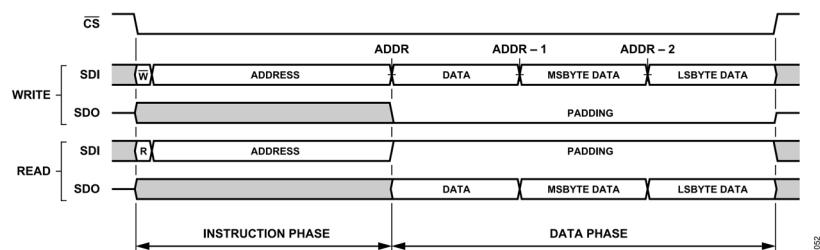
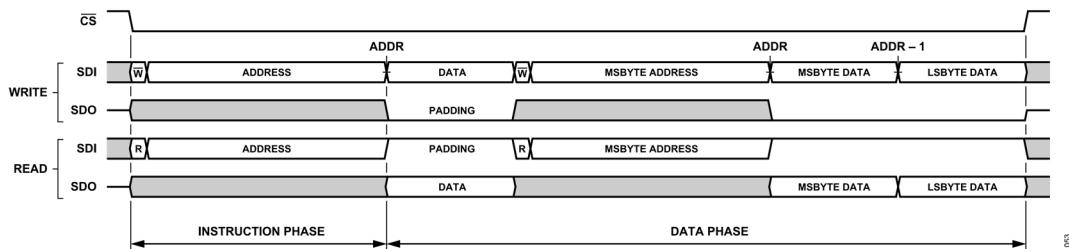
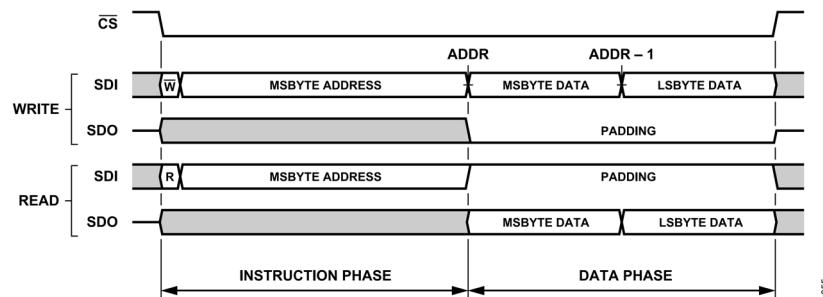
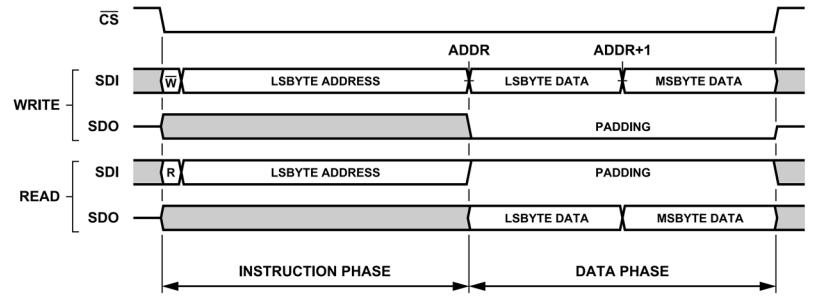

図 56. インターフェース・アクセスの例、インターフェースのデフォルト設定、ストリーミング・モード (ADDR_ASCENSION = 0)
図 57. インターフェース・アクセスの例、単一命令モード (SINGLE_INST = 1)、その他すべてのインターフェース・オプションのデフォルト
図 59. 単一命令フォーマット、ADDR_ASCENSION = 0 (デクリメント)、STRICT_REGISTER_ACCESS = 1 (イネーブル済み)
図 60. 単一命令フォーマット、ADDR_ASCENSION = 1 (インクリメント)、STRICT_REGISTER_ACCESS = 1 (イネーブル済み)
図 56 は、デフォルトのインターフェース設定を使用したシリアル・トランザクションの汎用 SPI フレーム・フォーマットを示しています。この例では、バイト幅レジスタとマルチバイト・レジスタで構成される設定レジスタ空間の一部がアクセスされます。バイト幅レジスタのアドレスは最上位アドレス (ADDRESS) にあり、マルチバイト・レジスタの最上位バイトはレジスタ・セグメントの最下位アドレスにあります。デフォルトでは、ADDR_ASCENSION プロパティは降順に設定されています。これは、最上位のレジスタのアドレスが命令フェーズ中にホスト・コントローラに渡されることを示します。選択さ
单一命令モード (SINGLE_INST = 1) では、メモリ・アクセス・コントローラは、図 57 に示すように、所与の SPI フレーム内でアクセスされる各レジスタに対して伝送する命令フェーズを必要とします。このモードは、特定の SPI フレーム内でレジスタ空間の隣接していないセクションへのアクセスが必要な場合に便利です。ストリーム・モードでは、一意のレジスタ・アクセスごとに新しい SPI フレームを開始することで、同じアクセスの柔軟性を実現できることに注意してください。
前のセクションで説明したように、アドレス・アセンション選択 (ADDR_ASCENSION) ビットは、ストリーミング・モード (SINGLE_INST=0) で AD4081 に伝送されるデータの各バイトに対して内部インターフェース・アドレス・ポインタがどのように更新されるかを決定します。単一命令モード (SINGLE_INST=1) を使用する場合、各レジスタは、図 57 に示されるように、それ自身の命令フェーズを通して直接アドレス指定され、したがって、アドレス・ポインタは更新されません。SINGLE_INST の設定にかかわらず、ADDR_ASCENSION ビットは、命令フェーズの開始アドレスの選択およびデータ・フェーズ・ペイロードのバイト順序に関して、SPI フレームのフォーマットに直接影響します。この影響については、**厳密アクセス選択とマルチバイト・レジスタ** のセクションで詳しく説明します。これは、データ・フォーマットの多くがこのインターフェース設定の選択に依存しているためです。ADDR_ASCENSION 選択ビットは、インターフェース設定 A レジスタ (インターフェース設定 A レジスタのセクションのアドレス 0x00 を参照) にあります。
図 59 に示されるように、アドレス・カウンタは、デフォルトで、マルチバイト・レジスタの最上位バイトが最初にアクセスされ、その後、そのレジスタ内の残りのバイトが昇順にアクセスされるように、自動的にデクリメントします (ADDR_ASCENSION = 0)。逆に、ADDR_ASCENSION = 1 の場合、マルチバイト・レジスタの最下位バイトが最初にアクセスされ、次に最上位バイトがアクセスされます。
この概念を拡張すると、STRICT_REGISTER_ACCESS = 1 の場合、データ転送の最初のエンティティとしてマルチバイト・レジスタにアクセスする SPI フレームは、命令ワードの開始アドレスを ADDR_ASCENSION 選択に対応するように正しく設定する必要があります。アドレス・カウンタが自動的にデクリメントする場合 (ADDR_ASCENSION = 0) は、そのマルチバイト・レジスタの最下位バイトのレジスタ・アドレスを先頭アドレスとし、逆に自動的にインクリメントする場合は、最上位バイトのレジスタ・アドレスを先頭アドレスとします。ADDR_ASCENSION が自動アドレス・デクリメント (0) から自動インクリメント (1) に変更された結果、図 56 と図 57 は、図 59 と図 60 に示すように変更され、データ・フェーズ・バイト順序および命令フェーズ・マルチバイト・レジスタ開始アドレスの変更に対応します。